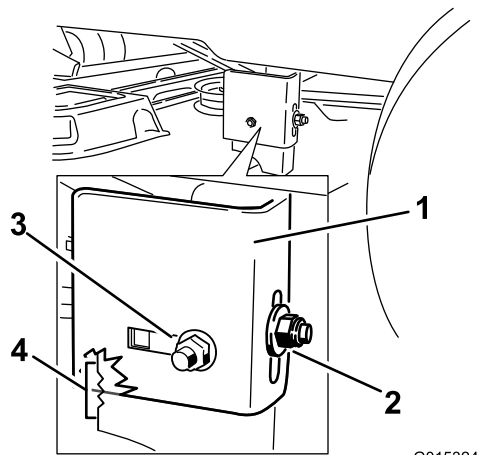
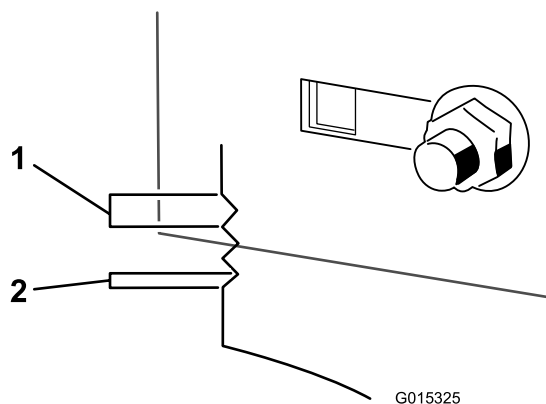

Figura 62
Figura 63
- Afloje la tuerca de bloqueo trasera de la pletina de suspensión (Figura 62).
- Afloje la tuerca de bloqueo lateral de la pletina de suspensión lo suficiente para permitir ajustar la barra (Figura 62). Utilice las muescas del soporte soldado para medir la cantidad de ajuste. Cada muesca completa equivale a 6 mm y un solo lado equivale a 3,2 mm (Figura 63). Ajuste la carcasa de corte a la altura deseada.
10. Cuando la carcasa esté en la posición deseada, apriete la tuerca de bloqueo lateral de la pletina de suspensión para fijar la posición nueva (Figura 62). Apriete la tuerca de bloqueo trasera de la pletina de suspensión.